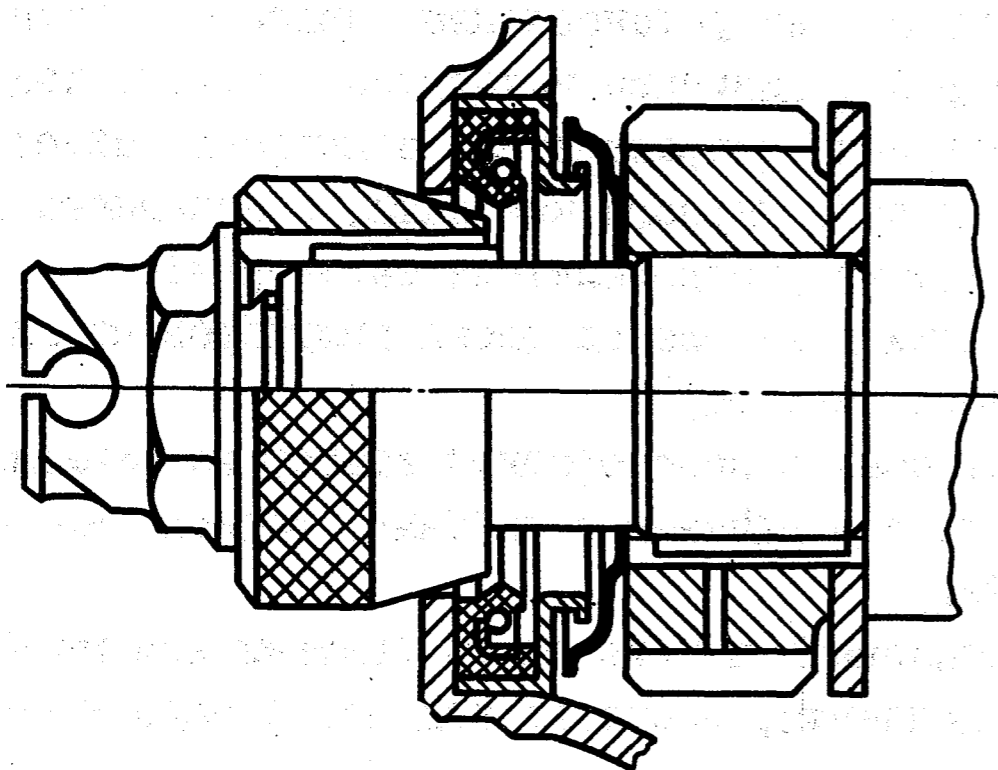

Рис. 64. Центрирование переднего сальника коленчатого вала с помощью оправки
- сцентрировать крышку по переднему концу коленчатого вала при помощи оправки (рис. 64) и завернуть все гайки и болты крепления крышки. Если нет центрирующей оправки, то установку крышки можно производить по ступице шкива коленчатого вала. Ступицу надо напрессовать на коленчатый вал так, чтобы ее конец входил на глубину 5 мм в отверстие крышки. После этого закрепить крышку гайками, выдерживая одинаковый зазор по окружности между ступицей и отверстием крышки. Выравнивание зазора производить легкими ударами деревянного или резинового молотка по крышке. После этого окончательно закрепить крышку;